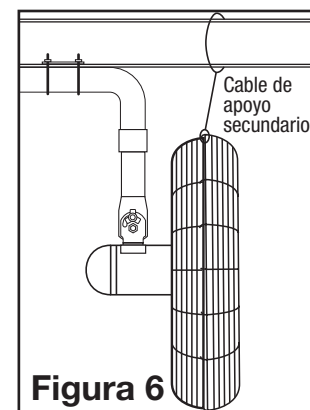

Figura 6
3. Enrosque el otro cabo del cable alrededor de una viga o armazón segura de la edificación, o de otro soporte cercano al ventilador. Recoger todo lo del cable que quede sobrando (**Figura 6**).